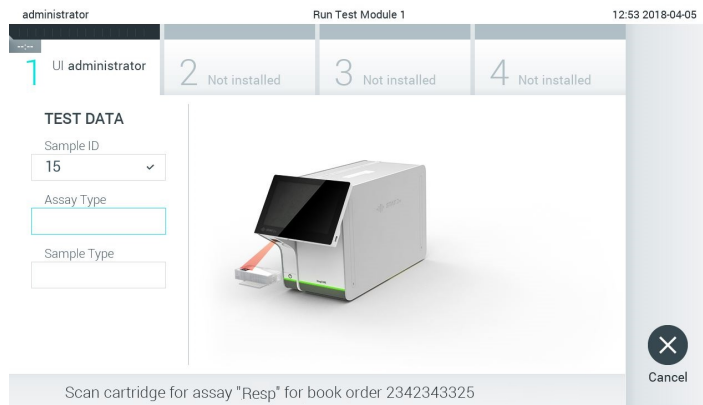

Figura 74. Scanarea codului de bare al cartușului de test QIAstat-Dx.
4. Atunci când comanda testării a fost primită cu succes de la gazdă, se afișează „Scan cartridge for assay <assay\_name> and book order <order\_number>” („Scanare cartuș pentru testul <nume\_test> și pentru comanda fermă <număr\_comandă>”). Scanați codul de bare al cartușului de test QIAstat-Dx specificat (Figura 74, pagina următoare).